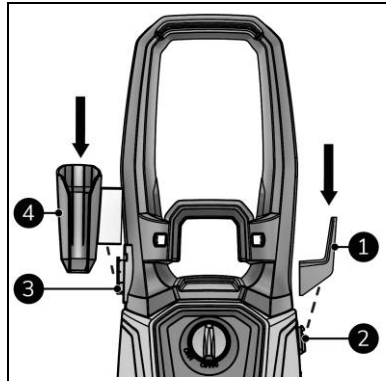

Abbildung 8
1. Schieben Sie die Stromkabelhalterung (Abbildung 8, Pos. 1) auf den Hauptkörper (Abbildung 8, Pos. 2).
3. Schieben Sie die Strahlpistolenhalterung (Abbildung 8, Pos. 4) auf den Griff (Abbildung 8, Pos. 3).